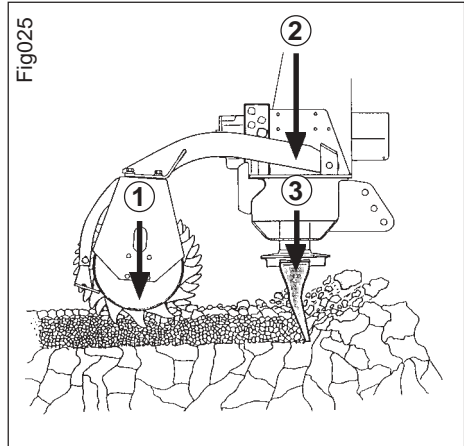

Fig. 2.9
1. Eigengewicht der Walze (Fig. 2.9/1).
2. Eigengewicht der Bodenbearbeitungsmaschine (Fig. 2.9/2).
- die Kraft, mit der sich die Zinken in den Boden hinein zu ziehen versuchen (Fig. 2.9/3).